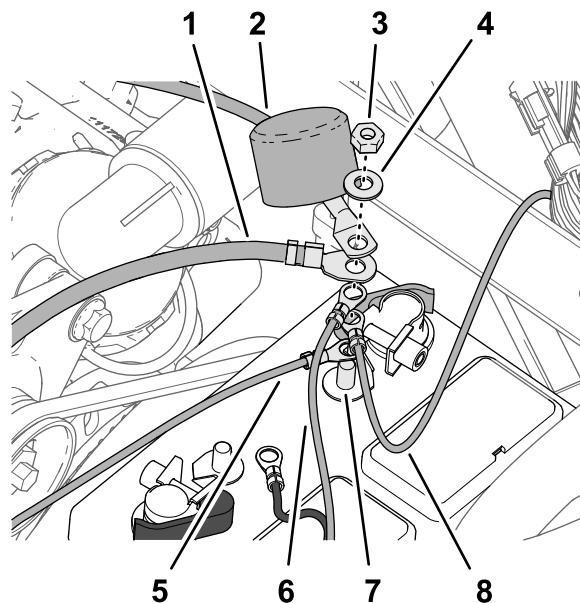

Figura 213
2. Monte os seguintes terminais do fio e cabo nos postes roscados do terminal positivo da bateria (Figura 213) na ordem seguinte:
4. Alinhe a cobertura de isolamento do cabo positivo da bateria para o arrancador sobre o poste roscado (Figura 213).